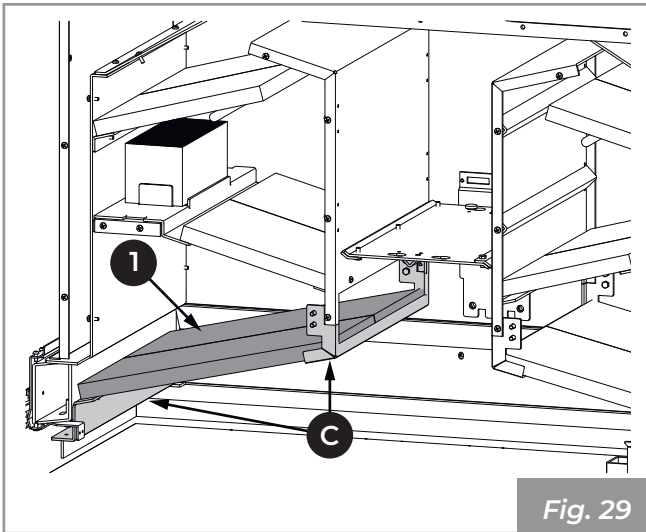

Fig. 29
- 5) Posizionare i pannelli (1) appoggiandoli sugli appositi supporti (C) (Fig. 29).